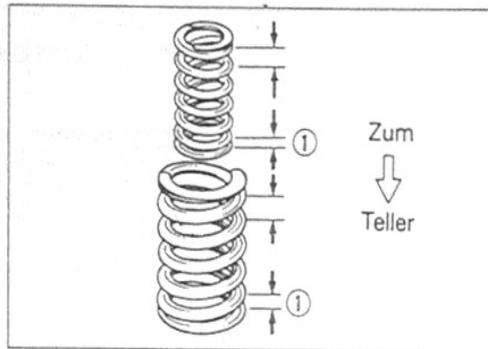

Bild 143
- Ventildedern mit engen Windungen nach unten weisend (zum Ventildedersitz hin; Bild 143) einsetzen. Ventildedersicherung ② Bild 142 aufset-